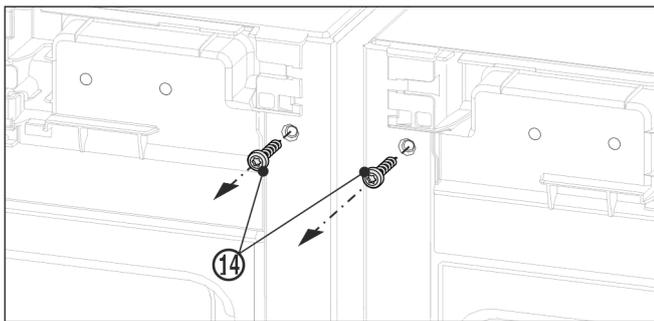

Fig. 11
- ▶ 安装上方角前，先旋出两个地脚螺栓 Fig. 11 (14)。